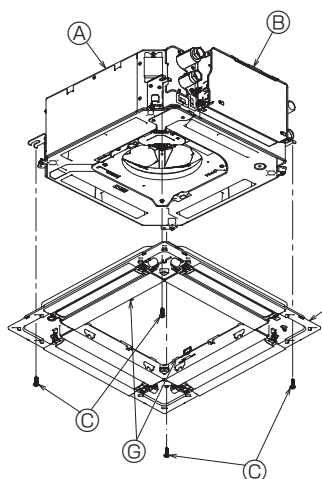

Fig. 6-7
- Зафиксируйте решетку, затянув четыре винта. (Fig. 6-7)